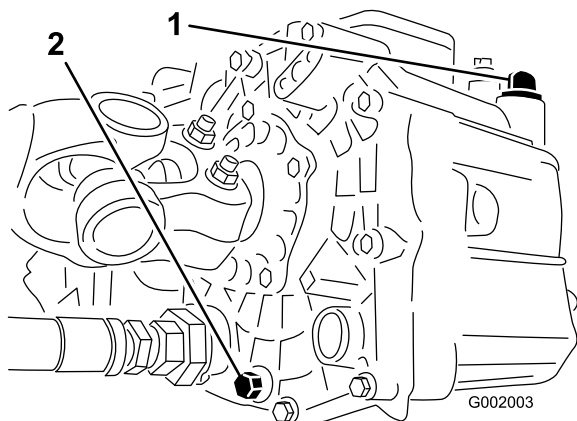

Figure 52
3. Retirez le bouchon de vidange sur le côté du réservoir et laissez l'huile s'écouler dans le bac de vidange (Figure 52).